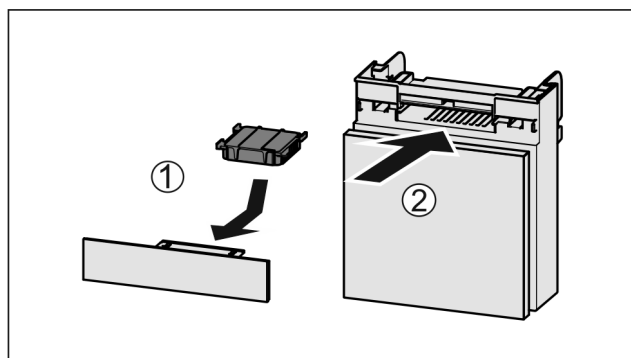

Fig. 152
- ▶ Sätt in *Fig. 152 (1)* aktivtkolfiltret enligt bilden.
- ▶ Skjut in *Fig. 152 (2)* lådan.